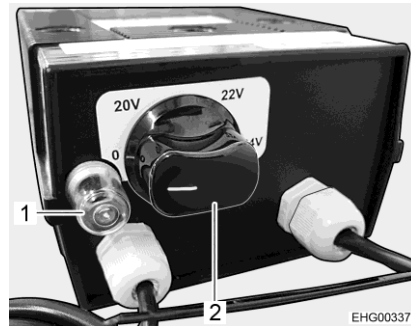

Fig. 142 Régulateur du chauffage électrique du plancher
- Tourner le bouton tournant (Fig. 142,2) sur la température souhaitée.
- Tourner le bouton tournant (Fig. 142,2) sur la position "0".
Quand le régulateur est surchargé, la protection contre les surcharges se déclenche. La goupille (Fig. 142,1) sort de son logement.
- Enfoncer la goupille (Fig. 142,1) de la protection contre les surcharges, une fois que le régulateur est refroidi.